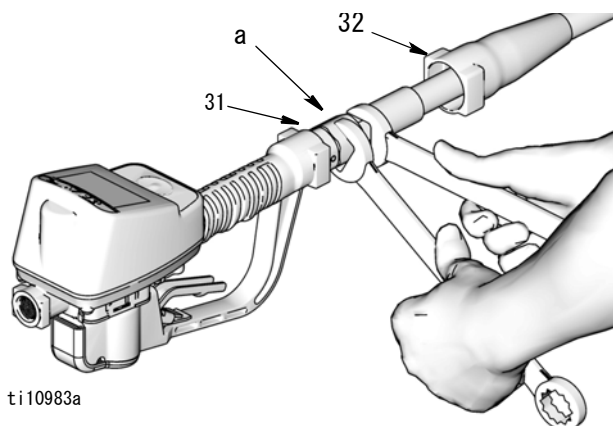

図 3
メーターの取り付け (図 3)
2. スイベルブーツ (32) を小さい端に先に向けてホース上に後ろにスライドさせて、スイベル取り付け金具 (a) に到達させてください。
3. ホース取り付け金具の雄ネジにネジシール材を塗ります。ホース取り付け金具をメーターのスイベル (31) にねじ込みます。2 つのレンチを使用してしっかりと締めます (図 3)。